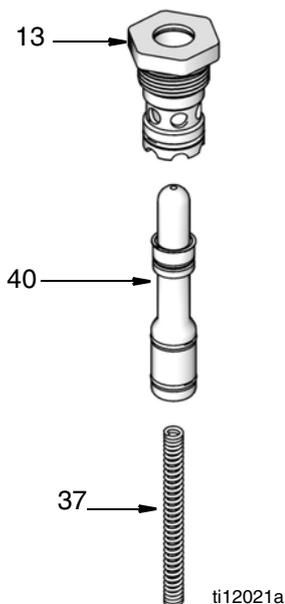

FIG. 17
12. Separe la válvula de cartucho (13), el vástago de la válvula (40) y el resorte (37) de manera que cuente con 3 componentes individuales (FIG. 17).